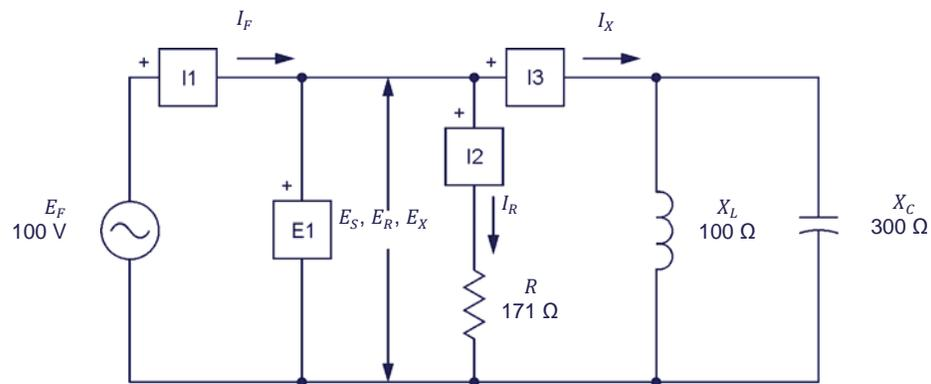

Figura 3-15. Circuito ca compuesto por un resistor, un inductor y un condensador conectados en paralelo y configurado para realizar mediciones de potencia.
18. Monte el circuito mostrado en la figura 3-15.
Triángulo de potencias del circuito de la figura 3-15.